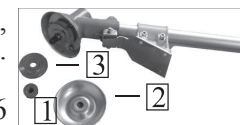

рис.6
#### 6.5 Установка режущего ножа (рис.6)
6.5.1 Открутите гайку крепления ножа 1 (рис.6), вращая её по часовой стрелке.
6.5.2 Снимите нижнюю крышку 2 (рис.6) и прижимную шайбу 3 (рис.6) ножа со шпинделя редуктора.
6.6.1 Открутите гайку крепления ножа 1 (рис.6), вращая её по часовой стрелке.
6.6.2 Снимите нижнюю крышку 2 (рис.6) и прижимную шайбу 3 (рис.6) ножа со шпинделя редуктора.